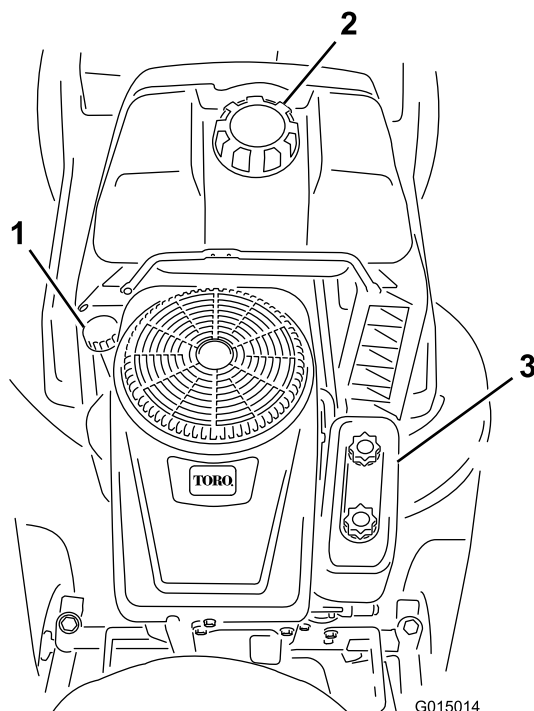

Figura 18
5. Limpie alrededor de la varilla de nivel de aceite (Figura 18) para impedir que caiga suciedad por el orificio de llenado y cause daños en el motor.
9. Limpie alrededor de la varilla de nivel de aceite (Figura 18) para impedir que caiga suciedad por el orificio de llenado y cause daños en el motor.
7. Desenrosque la varilla de aceite y vierta lentamente aproximadamente el 80% de la cantidad especificada de aceite por el orificio de llenado (Figura 18).